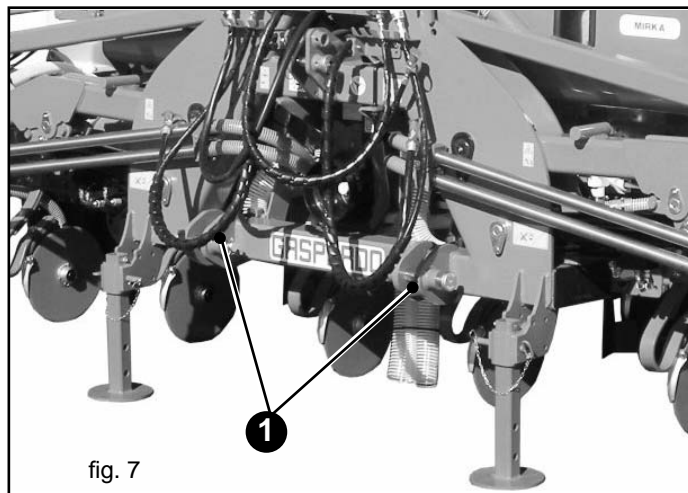

fig. 7
- 1) Die Hubvorrichtungsstangen in die vorhandenen Bolzen einhängen (1, Abb. 7) und mit den Sicherheitssplints blockieren.